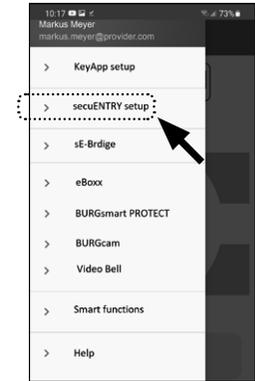

Abb. 89
- 2 Tippen Sie den Menüpunkt „*secuENTRY setup*“ (Abb. 89) an.